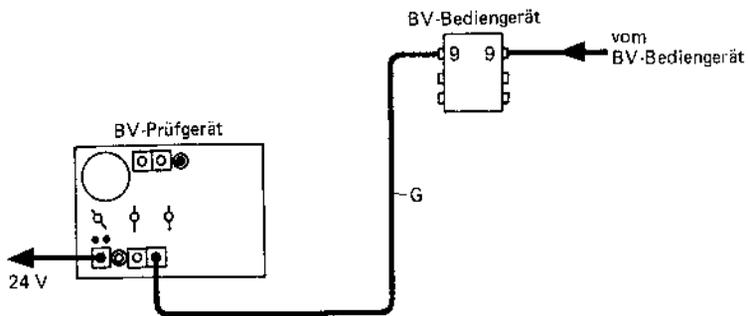

Bild 10 Prüfaufbau Anschlußbuchse 9 am BV-Bediengerät
- Prüfkabel G an Anschlußbuchse NF 3 des BV-Prüfgeräts und Anschlußbuchse 9 des letzten der jeweils an den Anschlußbuchsen 9 in Reihe geschalteten BV-Bediengeräte anschließen (siehe Bild 10).